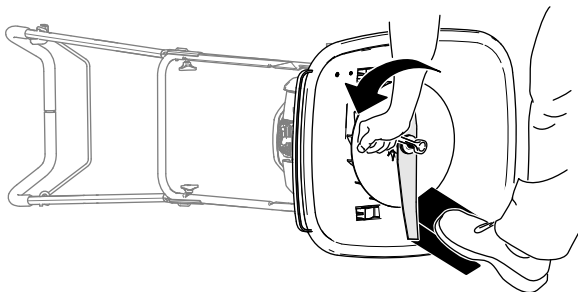

Bild 30
- Stabilisieren Sie das Messer mit einem Holzblock (Bild 30).